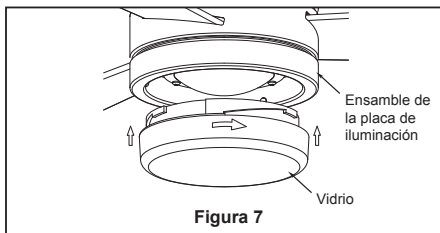

Figura 7
7. Vuelva a colocar la semiesfera en el barral como se indica a continuación. Pase los cables de blanco, negro y azul cable de soporte para techo a través de la semiesfera. Pase el pasador a través de los dos orificios en el barral y alinee la semiesfera de modo que el pasador quede atrapado en la ranura de la parte superior de la misma. Empuje la semiesfera hacia arriba, bien ajustada contra el pasador. Ajuste firmemente el tornillo de fijación en la semiesfera. Si el tornillo de fijación está flojo, podría provocar oscilación del ventilador. (Figura 7)
7. Asegure el vidrio en la la ensamble de la placa de iluminación girándolo en el sentido de las agujas del reloj y sin apretar demasiado. (Figura 7)